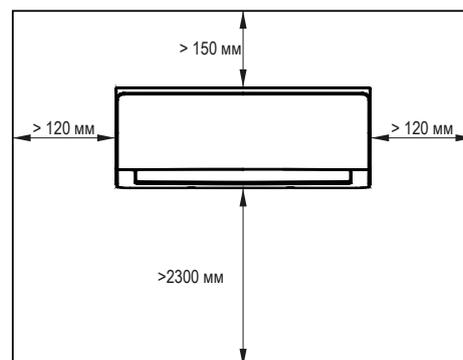

Рисунок 37 - Необходимое пространство для установки внутренних блоков настенного типа
- Крепление внутреннего блока на стене помещения осуществляется с помощью монтажной пластины. Монтажную пластину необходимо закреплять на стене строго горизонтально, используя отверстия в Рисунок 37 - Необходимое пространство для установки внутренних блоков настенного типа